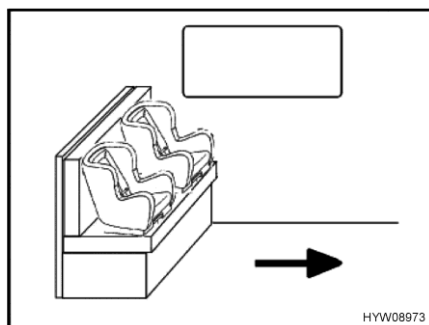
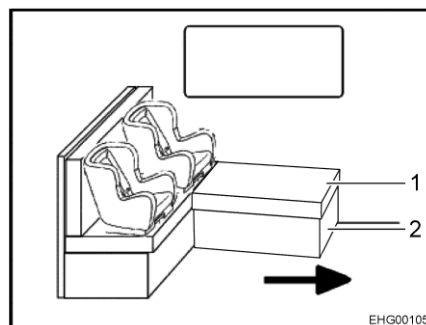

Fig. 25 Seggiolini per bambini sul sedile
Fig. 26 Seggiolini per bambini sul sedile a L
La freccia in Fig. 25 e Fig. 26 indica la direzione di marcia.
- Se necessario, rimuovere il cuscino (Fig. 26,1).
- Se necessario, chiudere la base cassapanca (Fig. 26,2).